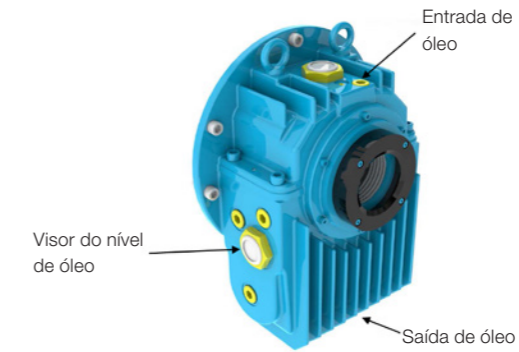

Figura 8.1 - Mancal de deslizamento.
- Drenar o óleo através do dreno localizado na parte inferior da carcaça do mancal (ver Figura 8.1).